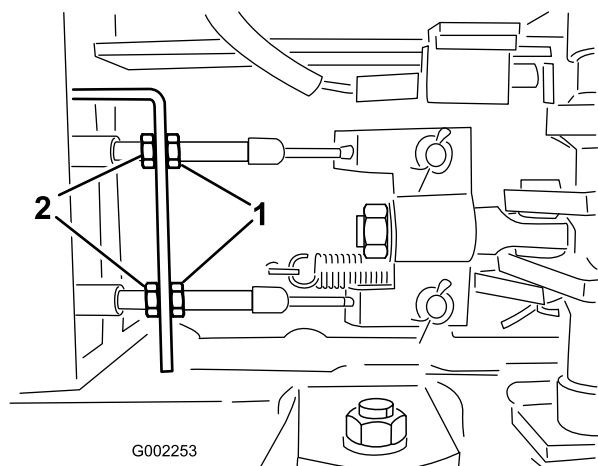

Figura 54
5. Allentate i dadi anteriori sui cavi dei freni sotto l'estremità anteriore dell'irroratrice (Figura 54).
6. Serrate i dadi posteriori uniformemente finché il pedale del freno si sposta di 1-2 cm prima che avvertiate una resistenza (Figura 54).